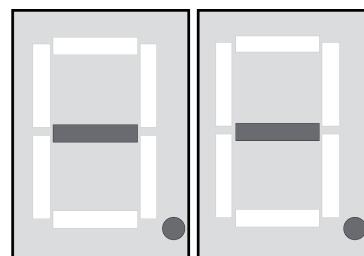

Bild 9: Anzeige „- -“ – Löschen eines Funksenders
- Taste **Enter** (9) ca. 3 Sekunden betätigen.
Die Anzeige (13) zeigt „- -“ (Bild 9). Der Funksender wird aus dem Speicher für diesen Funkkanal gelöscht.